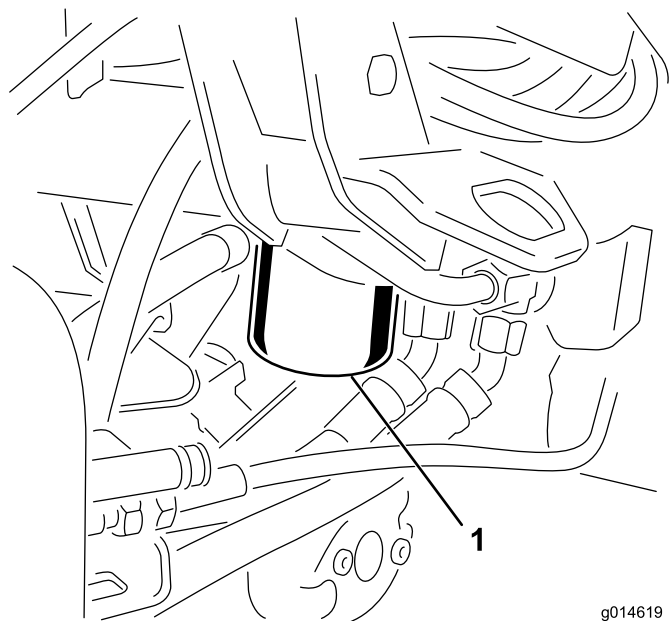

Figura 45
1. Curățați suprafața din jurul zonei de montare a filtrului (Figura 45). Așezați o tavă de golire sub filtru și îndepărtați filtrul.